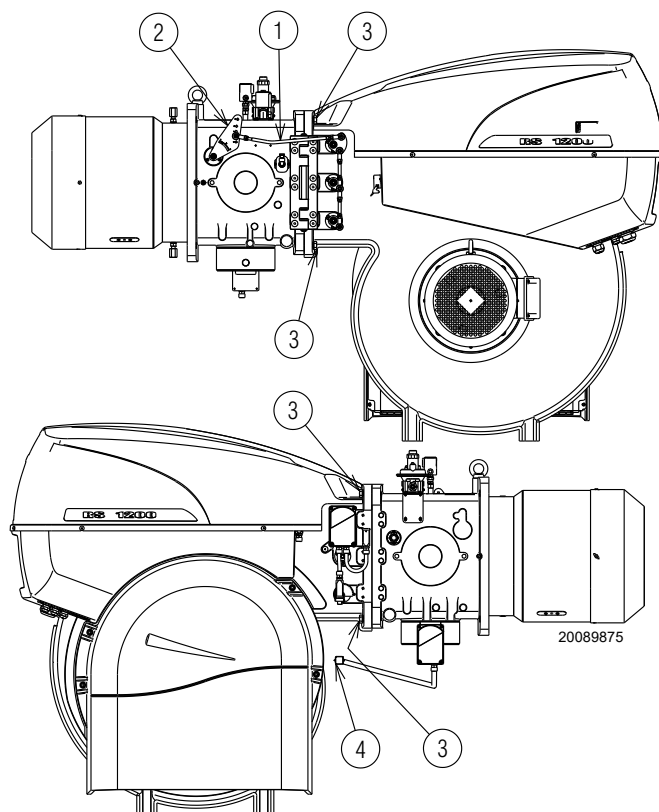

Fig. 33
- Retirer le tirant 1)(Fig. 33) du levier de déplacement de la tête en desserrant l'écrou 2).